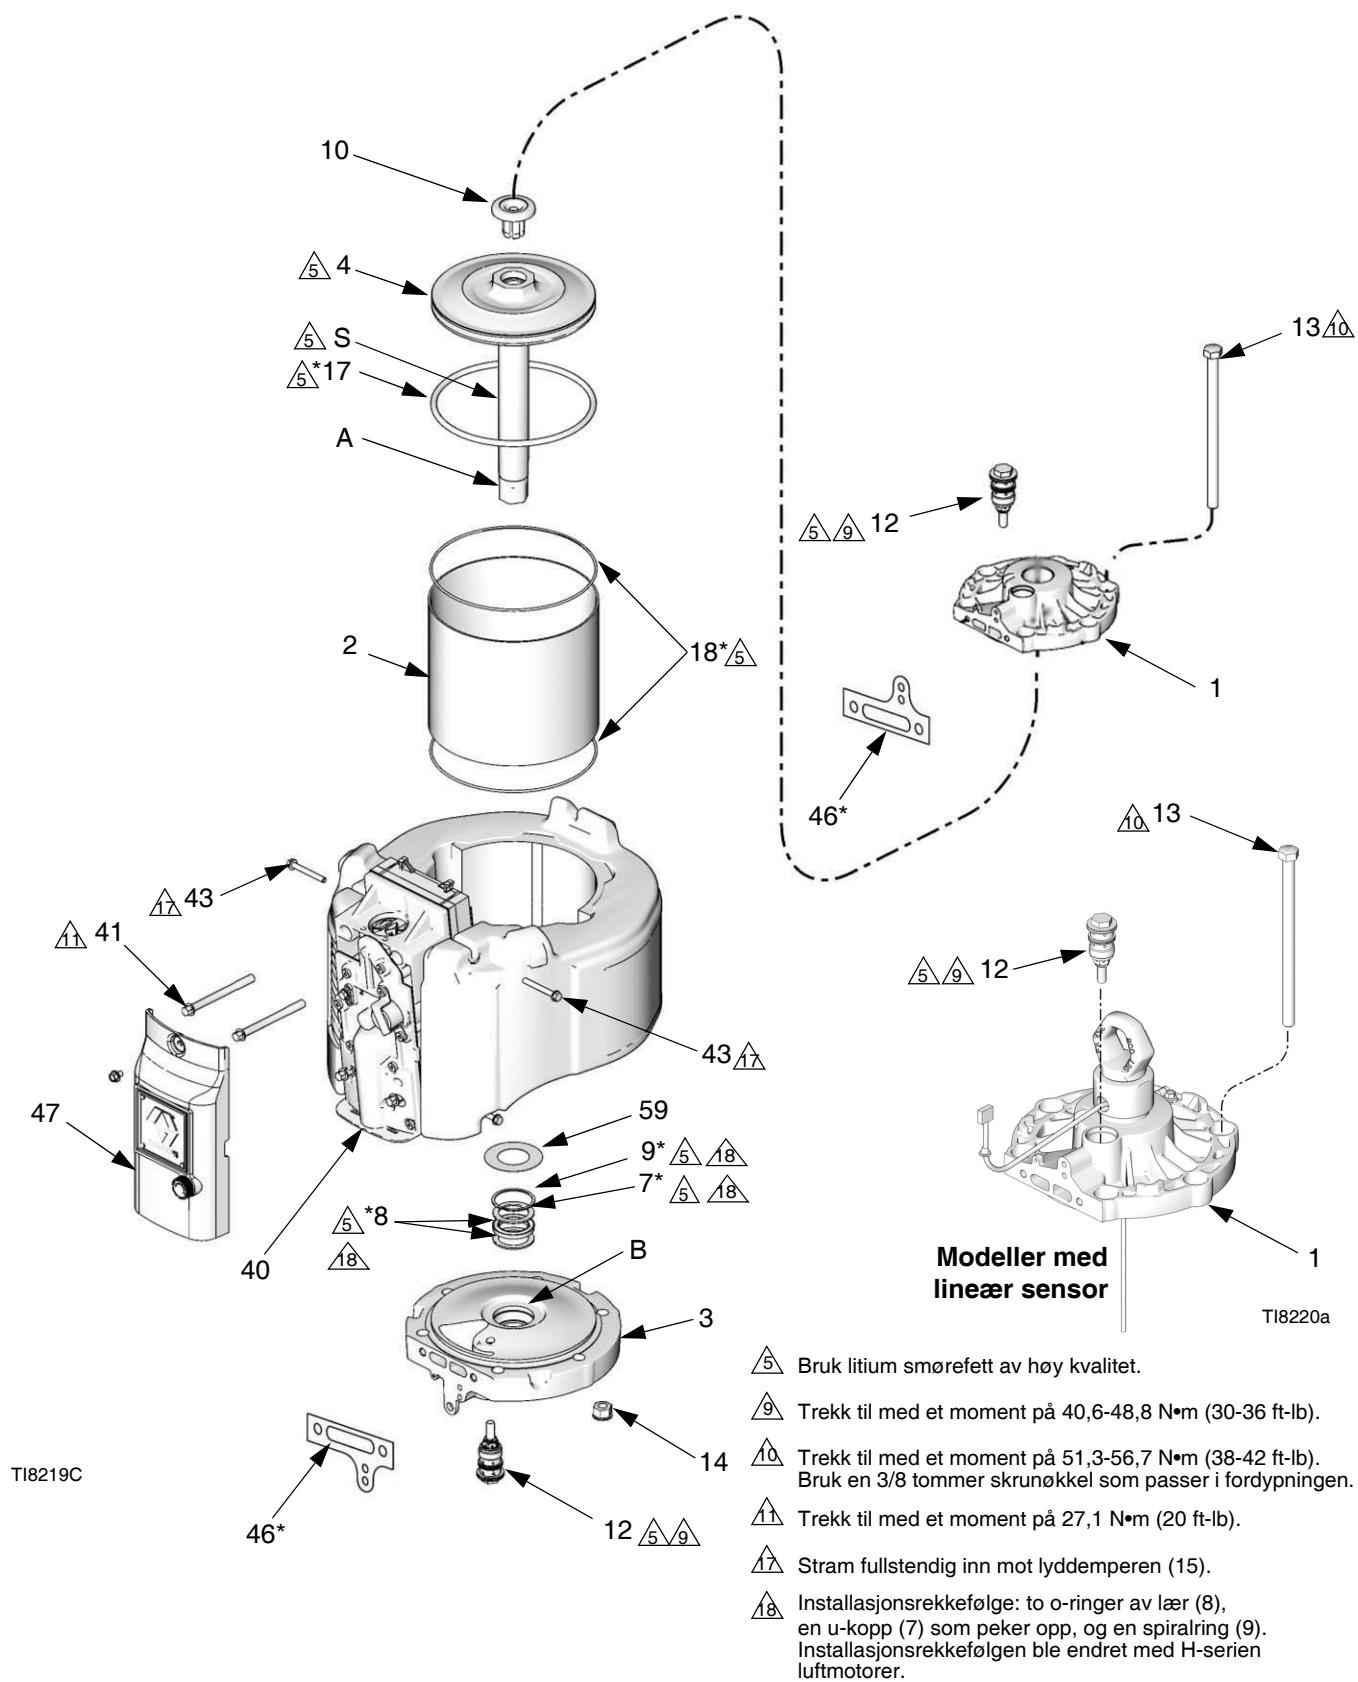

FIG. 12. Reparasjon av luftmotor
5. Ta av det ytre ventildekselet (47). Se FIG. 12.
6. Ta ut de fire skruene (43) og lyddemperen (15).
7. Skru ut de to øverste luftventilskruene (41). Løsne men ta ikke ut de to nederste skruene (41). Vipp luftventilen (40) for å gjøre demonteringen lettere.
8. Ta ut ankerboltene (13). Bruk en gummiklubbe og slå på undersiden av topplokket (1) for å løsne det. Løft topplokket av motoren.
9. Frakoble luftmotoren fra nedre enhet (se din separate pumpehåndbok). Adapteren (A) på stempelakselen skal bli værende på akselen (S).
10. Skyv stempelsettet (4) ut av toppen på sylindere (2).
11. Kontroller stempelets o-ring (17). Kontroller stempel (4) og stempelaksel (S) for hakk eller andre skader. Erstatningsstempelet (4) inkluderer stempel, aksel (S) adapter (A) og buffert (10).
12. Ta av sylindere (2). Kontroller den innvendige overflaten for hakk eller andre skader. Skift den ut hvis den har skader.
13. Ta av buffert (59), låse-ring (9), reservepakninger (8) og v-pakning (7) fra det nedre dekselet (3). Inspiser delene for slitasje eller skader. Inspiser det nåværende lageret (B) (små riper er akseptabelt). Hvis lageret har skader, skift ut det nedre dekselet (3).
1. Se FIG. 12. Installer to reservepakninger (8*), og deretter v-pakning (7*) med kantene pekende oppover. Sett deretter låse-ringene (9*) inn i bunndekselet (3). Smør pakningene. Installer lydempere (59).